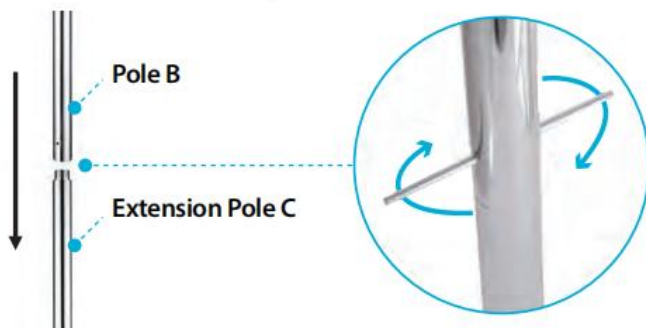

Fig 1
1. Använd insexnyckeln för att lossa skruvarna på basstolpen och installera basstolpen på basen. Se till att en av skruvarna på basstolpen är inriktad med "Y"-bokstaven på basen (Fig 1). Efter det, dra åt skruvarna igen.